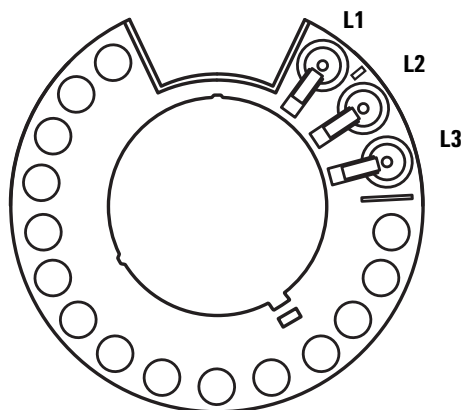

图 25 传输转盘位置 L1、L2、L3（俯视图）
- 2 从两个进样塔中的传输转盘位置 L1、L2 和 L3 上取下所有样品瓶（图 25）。